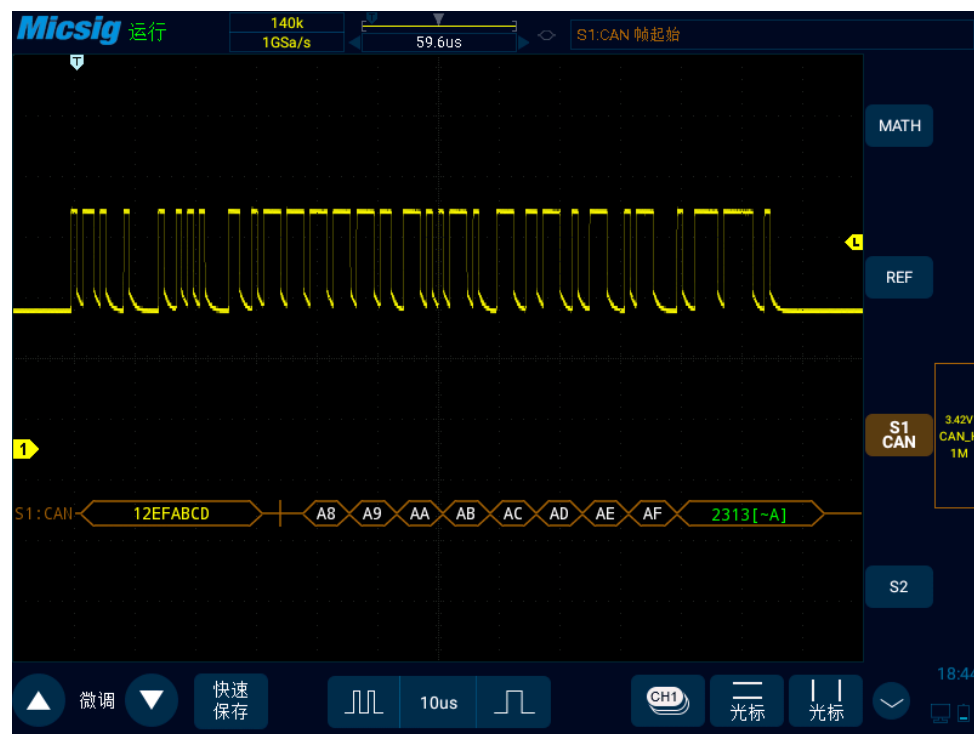

图12-16 CAN 图形界面
- (3) 打开触发方式配置菜单, 点选“帧起始”;
- (4) 依据信号幅值调节阈值电平; CAN 触发图形界面见图 12-16: